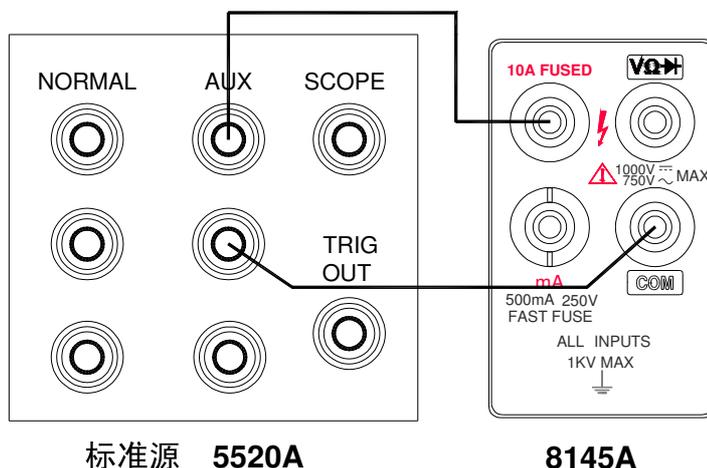

图 5—4
- (1) 使标准设备处于 ‘STBY’ 状态, 按下 8145A 的 **ACA** 键, 进入交流电流校准状态。
- (2) 按图 5—4 所示连接仪表和标准设备。